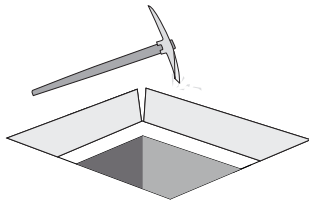

Fig. 1a
1. Rimuovere il manto stradale fino alla soletta del chiusino esistente ed estrarre il chiusino esistente (fig 1a)
1. Remove the road surface down to the slab of the existing manhole and take out the existing manhole (Fig 1a)
1. Enlever le revêtement routier jusqu'à la dalle du regard existant et extraire le regard existant (fig. 1a)